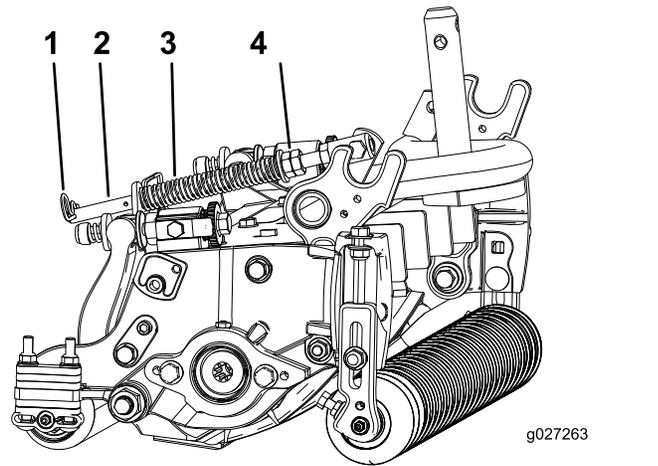

図 19
1. スプリングロッドの後穴にヘアピンコッターを忘れずに取り付けてください 図 19。
2. スプリングロッド前部の六角ナットを締めて、スプリング圧縮状態の長さが 127 mm になるようにする 図 19 を参照。